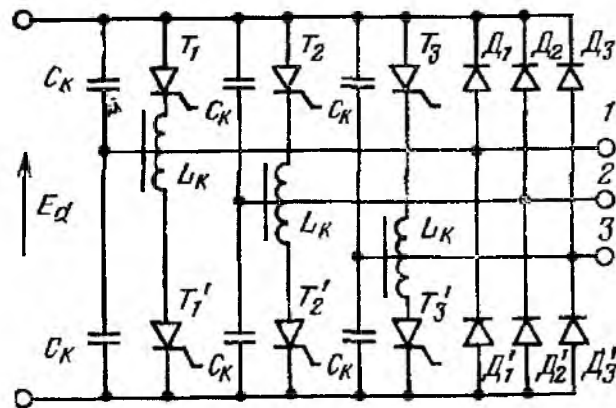

Рис. 23. Трехфазный инвертор со схемой выключения тиристоров последовательного типа
29. Трехфазный инвертор с последовательной схемой выключения тиристорov (рис. 23) питает индуктивную нагрузку, соединенную в звезду. Определить параметры коммутирующих конденсаторов C_k и индуктивности цепи коммутации L_k , если $E_d = 100$ В, $f = 500$ Гц, $L = 10$ мГн и $t_{\text{вос}} = 50$ мкс.